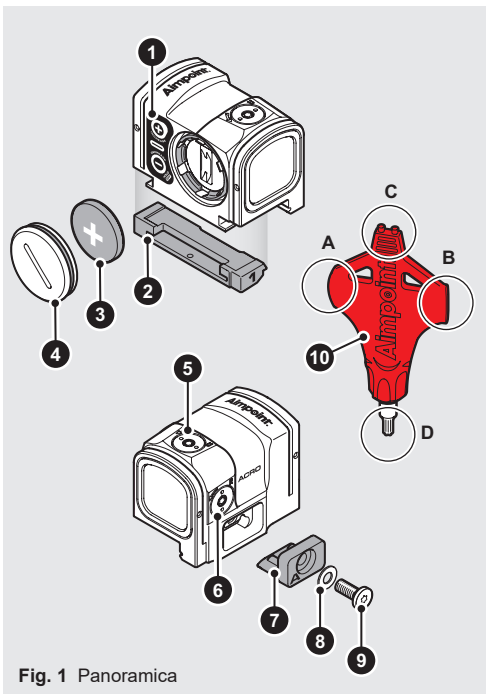

Fig. 1 Panoramica
Vedere Fig. 1
- c Inserire la pila (3) con il polo positivo (+) rivolto verso il tappo della pila (4), come indicato nella Fig. 1.